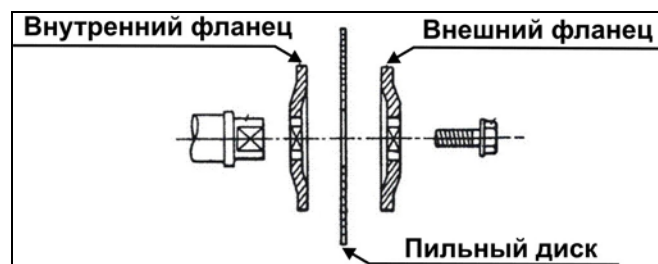

Рис. 5
Установите диск в соответствии с последовательностью, указанной на Рис.5 так, чтобы зубья диска были направлены вниз в передней части пилы, Рис.2а. Затяните болт крепления, Рис.4в, вращением против часовой стрелки, придерживая в нажатом положении кнопку фиксации (18) ,Рис. 4б, пильного диска (3), Рис.4в.